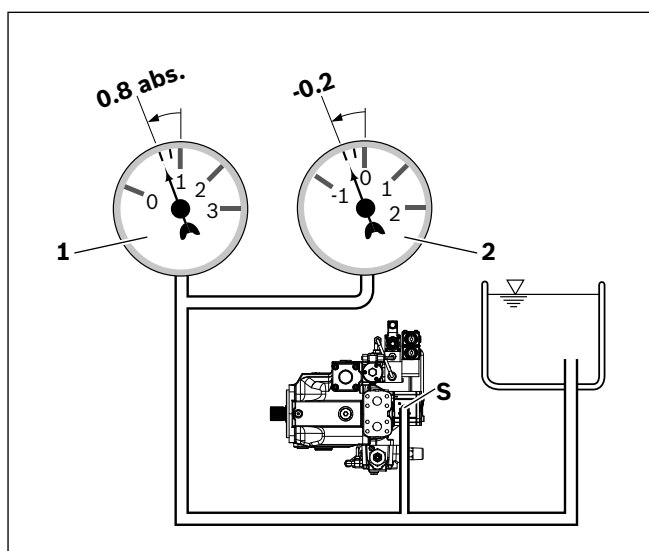

Abb. 7: Saugdruck (Ausführung mit angebauter Speisepumpe)
- ▶ Stellen Sie sicher, dass für die Axialkolbenpumpe in allen Einbaupositionen und Einbaulagen im Betrieb und bei Kaltstart ein minimaler Speisedruck von 16 bar absolut (Nenngröße 40 bis 500) bzw. 25 bar absolut (Nenngröße 750 und 1000) am Anschluss **E** vorliegt, siehe Abb. 7. Weitere Druckwerte siehe Datenblatt.